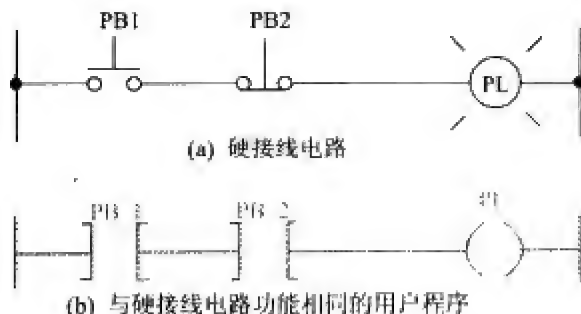

图 5-34 用 XIC 指令编程的简单程序
用检查是否闭合指令 (EXAMINE IF CLOSED (XIC)) 编写的简单程序如图 5-34 所示, 此图显示了一个硬接线电路和提供相同结果的用户程序, 注意到常开 (NO) 和常闭 (NC) 按钮都用 EXAMINE IF CLOSED (XIC) 符号代表, 这是因为输入 (常开或常闭) 的正常状态对控制器不重要。关键是是否需要触点闭合来激励输出, 于是就要用 EXAMINE IF CLOSED 指令。由于在图 5-34 中的 PB1 和 PB2 必须闭合才能激励指示灯, 因此对两者都需使用 XIC 指令。